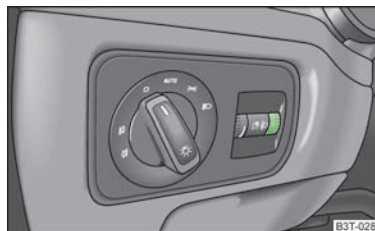

Abb. 36
- Den Drehregler » Abb. 36 auf die gewünschte Leuchtweite drehen.